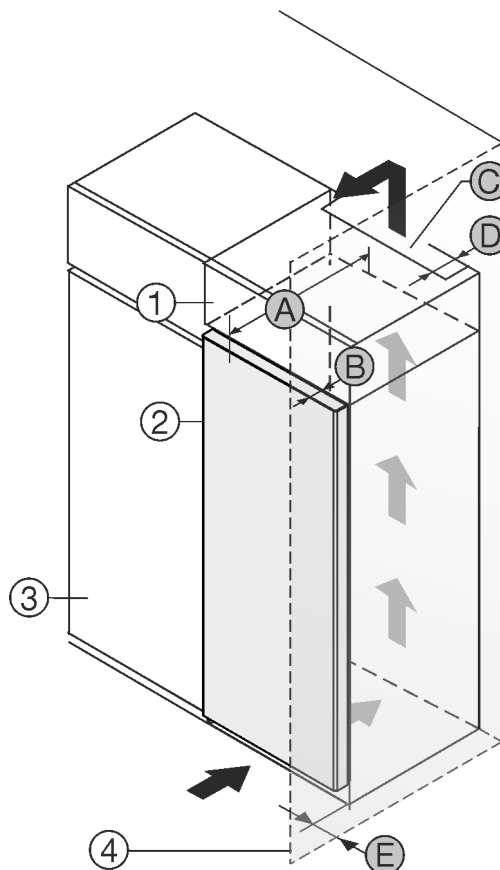

Fig. 1
- (1) Opbouwkast\*
- (2) Apparaat\*
- (3) Keukenkast\*
- (4) Wand\*
- (A) Diepte apparaat\*
- (B) Diepte deur\*
- (C) Ventilatie doorsnede\*
- (D) Afstand achterzijde apparaat\*
- (E) Afstand tot apparaatzijde\*
U kunt het apparaat direct naast de keukenkast Fig. 1 (3) opstellen.\*
Aan de achterzijde van de opzetkast moet een luchtafvoerkanaal met de diepte Fig. 1 (D) over de volledige breedte van de opzetkast aanwezig zijn.\*
Onder het plafond moet de ventilatie doorsnede Fig. 1 (C) worden aangehouden.\*
Als u het apparaat met de scharnieren naast een wand Fig. 1 (4) plaatst, moet de afstand tussen het apparaat en de wand minimaal 13 mm bedragen.\*
Als u het apparaat met de scharnieren naast een wand Fig. 1 (4) plaatst, moet de afstand tussen het apparaat en de wand minimaal 20 mm bedragen.\*
Om de deuren volledig te kunnen openen, moet het apparaat overeenkomstig de deurdiepte Fig. 1 (B) ten opzichte van het keukenkastfront uitsteken. Afhankelijk van de diepte van de keukenkasten Fig. 1 (3) en het gebruik van de wandafstandshouders kan het apparaat verder uitsteken.\*